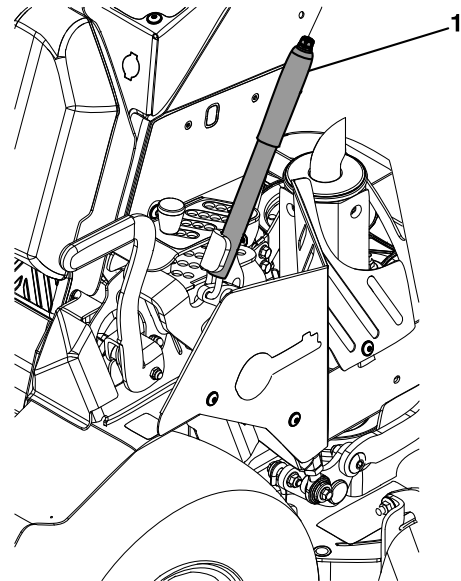

Figura 13
3. Eleve la carcasa a la posición de transporte de 11.43 cm (4.5") y bloquéela en esa posición (Figura 13).